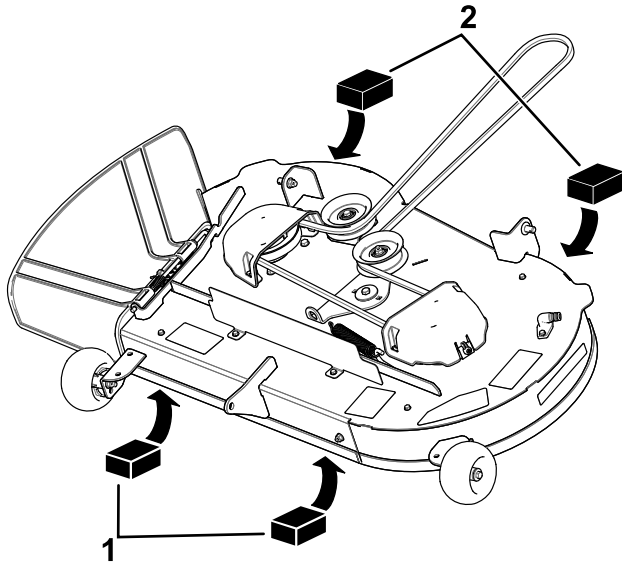
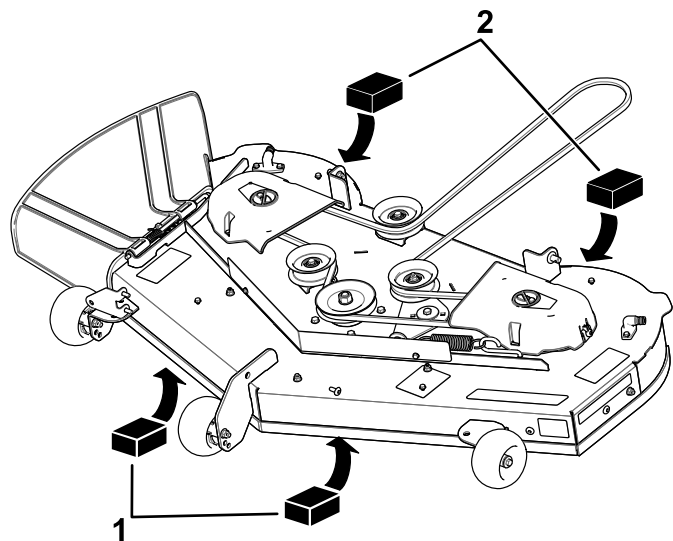

図 68
図 69
- デッキの左右前部に角材厚さ 6.6 cm を入れる。芝削り防止ローラの下には入れないこと **図 68** または **図 69**。
- 刈り込みデッキのスカートの後ろの左右のエッジ部の下にブロック厚さ 7.3 cm をそれぞれ 1 個ずつセットする **図 68** または **図 69**。